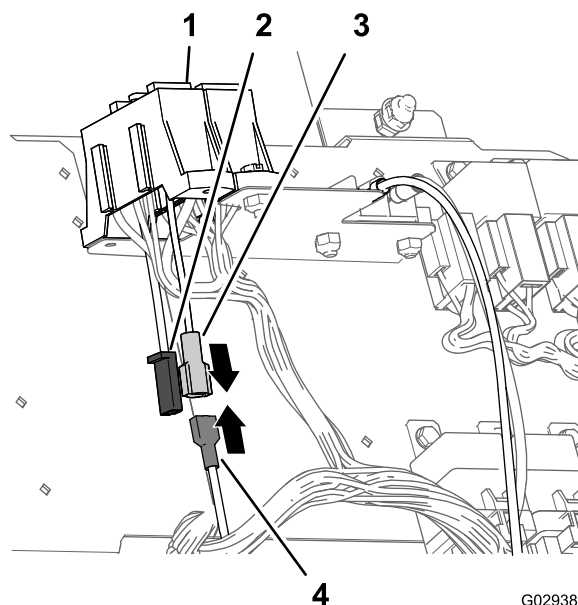

図 20
1. 車両用のヒューズブロックにブレード形コネクタが付いている車両の場合には、仕上げキット用ハーネスについているブレード形コネクタを車両のヒューズブロックのソケットに接続する 図 20。